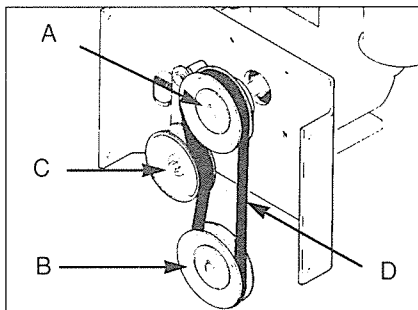

Figure 18. A—Poulie supérieure du moteur. B—Poulie inférieure. C—Poulie mobile commandée par l'embrayage. D—Courroie d'entraînement.
4. Regarder entre le moteur et la paroi du bâti principal derrière le moteur. La courroie enroulée autour de la poulie supérieure (moteur) et de la poulie inférieure est alors visible. A mi-chemin entre celles-ci se trouve une poulie mobile qui tend la courroie lorsque le levier d'embrayage est abaissé. Voir la Figure 18. Enlever d'abord la courroie de la poulie inférieure. La faire tourner lentement d'une main tout en enlevant la courroie de la poulie de l'autre main. Cela étant fait, faire